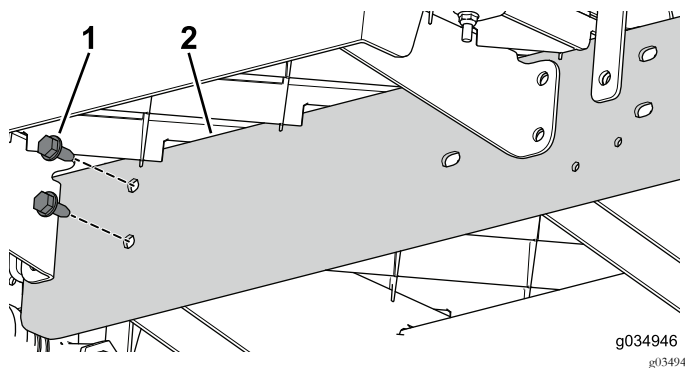

Bild 26
6. Befestigen Sie die Verlängerungsschiene mit den zwei Schrauben (5/16" x 3/4") lose am mittleren Kanal am vorderen Abschnitt der Maschine (Bild 26).